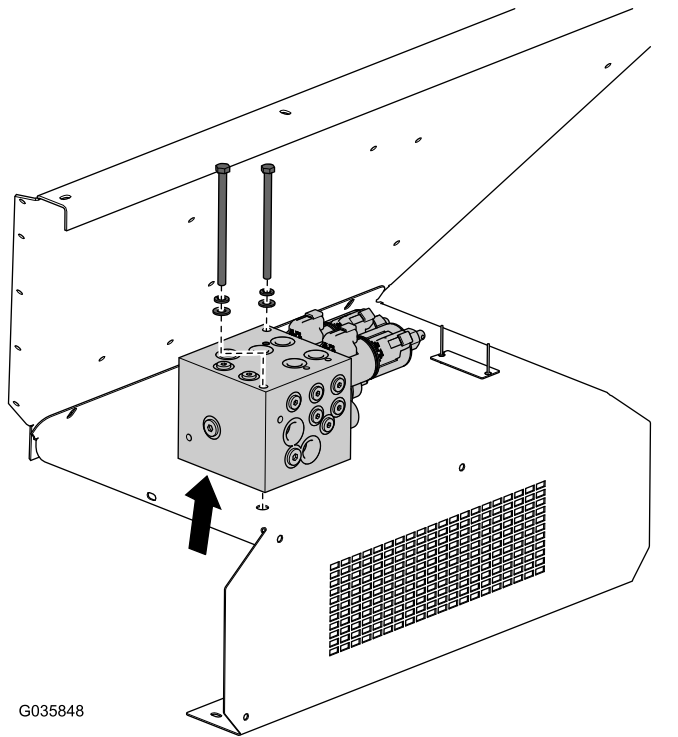

Figura 5
- Retire los pernos y las tuercas del bloque del colector y consérvelos para su posterior instalación (Figura 5).
3. Eleve el colector para alejarlo de la defensa lo suficiente y retirar la defensa existente (Figura 5).